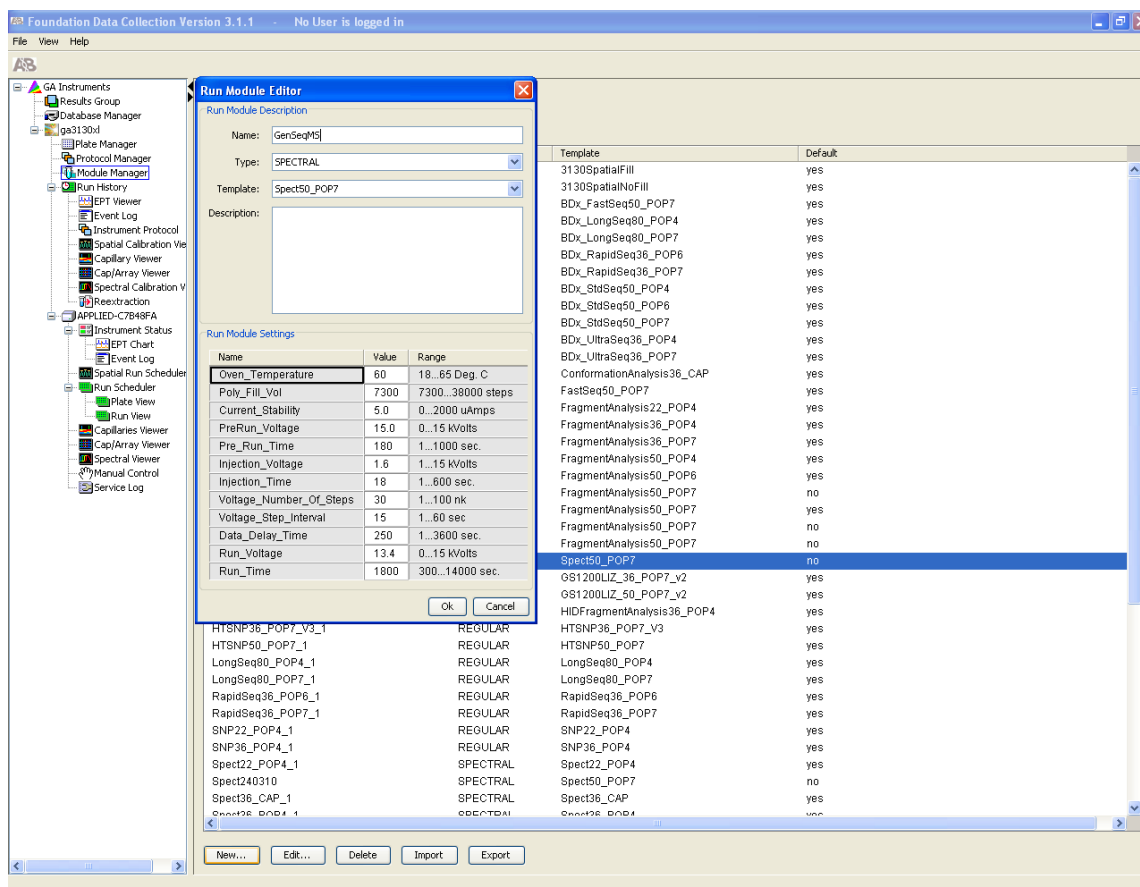

Рисунок 12 – Установка параметров модуля спектральной калибровки генетического анализатора GA3130xL с помощью спектрального калибратора «GenSeqMS».
Провести следующую последовательность действий (рисунок 12).
3. Установить следующие значения (рисунок 12):
Run Module Settings: оставить все параметры, как в Template (рисунок 12)